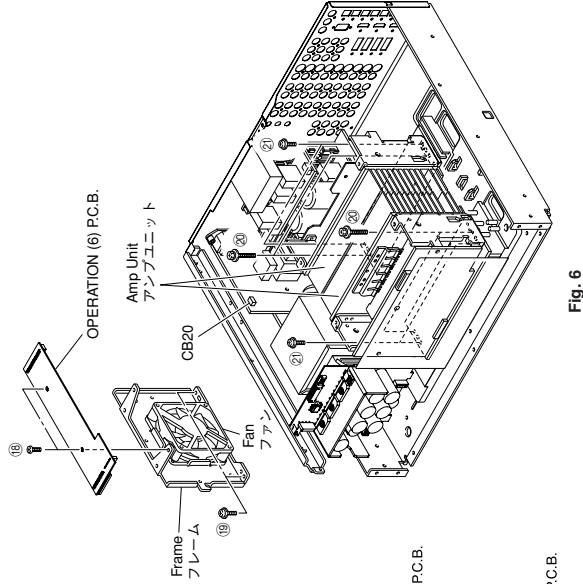

Fig. 6
7. Removal of OPERATION (6) P.C.B.
- Remove 2 screws (19). (Fig. 6)
- Remove the OPERATION (6) P.C.B. which is connected directly to the lower P.C.B. with connectors. (Fig. 6)
- Remove CB20. (Fig. 6)
- Remove the Fan together with the frame by lifting them up. (Fig. 6)
- Remove 4 screws (20) and 4 screws (21). (Fig. 6)
- Remove the Amp Unit. (Fig. 6)
7. OPERATION (6) P.C.B.の外し方
- 19のネジ2本を外します。(Fig. 6)
- OPERATION (6) P.C.B.を取り外します。(Fig. 6)
- CB20を外します。(Fig. 6)
- ファンをフレームといっしょに上方に取り外します。(Fig. 6)
- 20のネジ4本、21のネジ4本を外します。(Fig. 6)
- アンプユニットを取り外します。(Fig. 6)